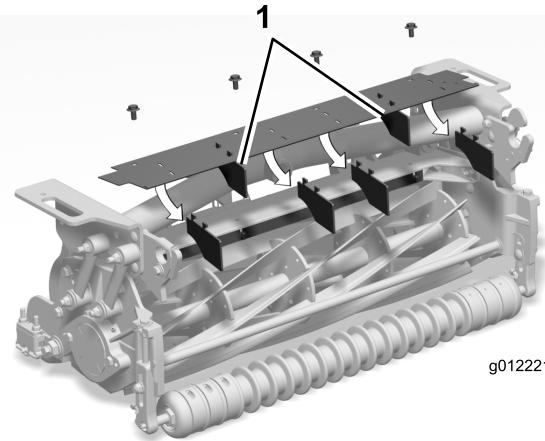

Figura 9
1. Remova os 2 defletores centrais e o defletor de cada extremidade do resguardo, deixando apenas os dois mostrados em Figura 9.